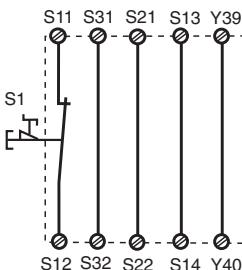

Fig. 2: Circuito de entrada monocanal, rearne automático/Circuito di ingresso monocanale, start automatico/Eenkanalig ingangscircuit, automatische start
En las Fig. 2 ... a Fig. 10 se presentan ejemplos de conexión para modo de conexión de parada de emergencia con rearne automático y supervisado, control de puerta protectora así como
In Fig. 2 ... Fig. 10 sono riportati degli esempi di collegamento per il cablaggio dell'arresto di emergenza con start automatico e controllato, controllo ripari mobili, nonché l'aumento del numero dei contatti mediante relè esterni.
In fig. 2 ... 10 worden aansluitvoorbeelden gegeven van noodstopschakelingen met automatische en bewaakte start, hekbewakingen en contactvermeerdering d.m.v. externe magneetschakelaars.
- Fig. 2 y 7: **no hay** conexión S33-S34
- Fig. 2 e 7: **nessun** collegamento S33-S34
- Fig. 2 en 7: **geen** verbinding S33-S34